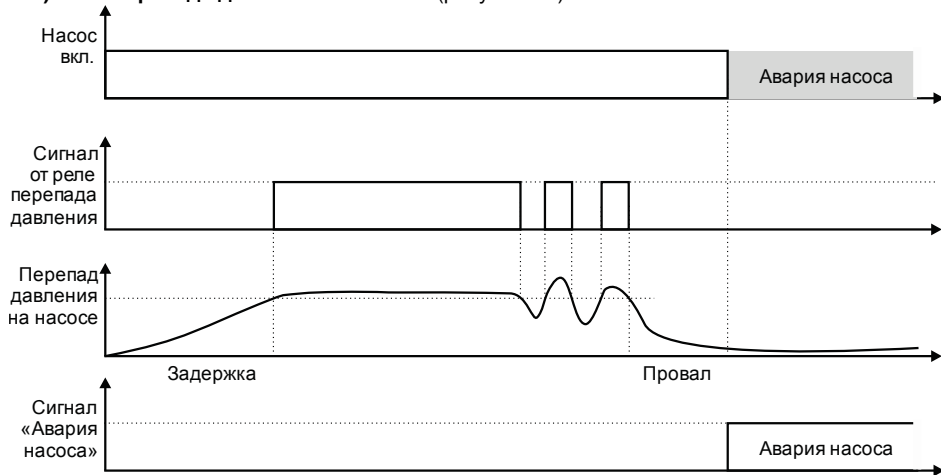

Рисунок 3.3 – Обработка сигнала от датчика перепада давления ($\Delta P1/\Delta P2/\Delta P3$)
1) Нет перепада давления на насосе (рисунок 3.3)